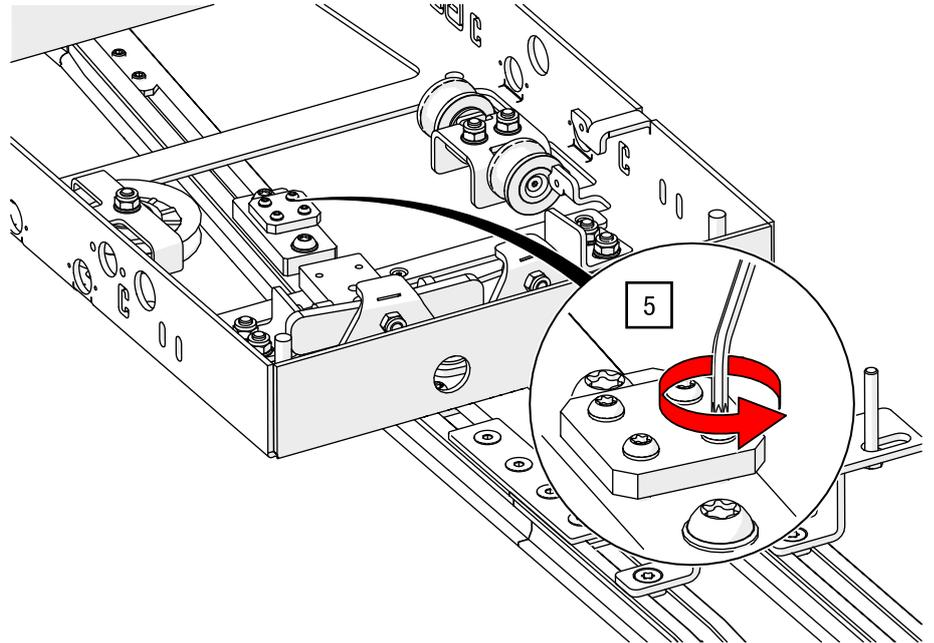

Abb. 132: Fingerweiche – Klemmplatte lösen
5. Lösen Sie die Klemmplatte auf der Seilplatte des Weichenfingers mit einem TORX®-Schlüssel T20 (siehe Abb. 132).